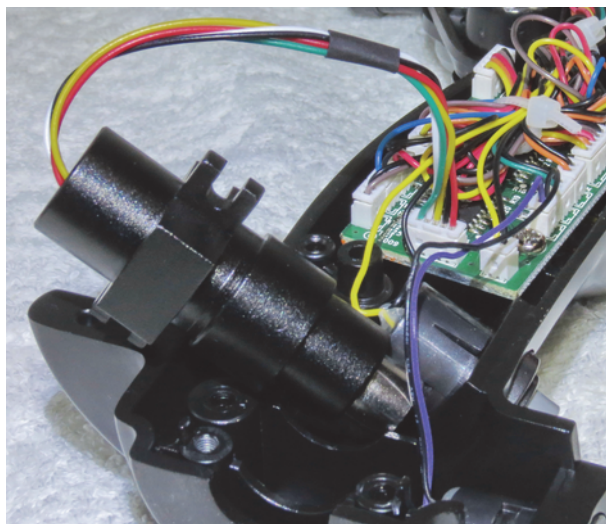

Рис. 2.4.
6. Подключите разъем жгута переходника к этому же разъему (рис. 2.4).